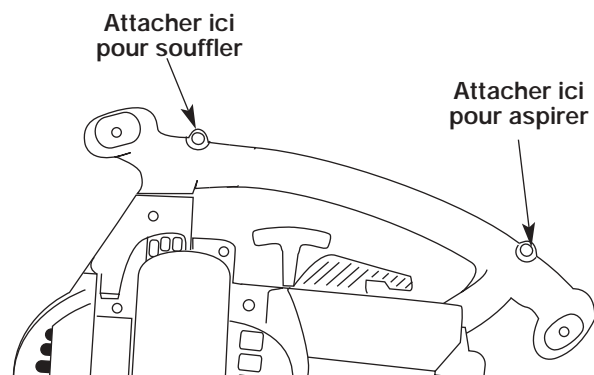

Fig. 8
3. Encliquez le clip dans le support de fixation à l'avant ou à l'arrière de la poignée. Attachez à la partie antérieure de la poignée lorsque vous vous servez de la machine dans sa configuration souffleur, et attachez à la partie postérieure de la poignée lorsque vous vous servez de la machine en configuration aspirateur (Fig. 8).